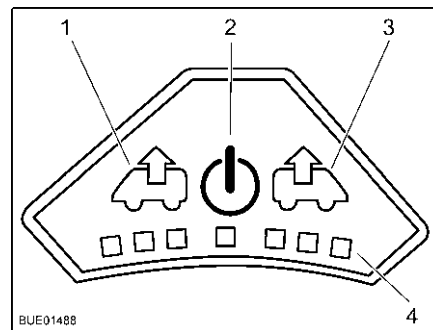

Fig. 134 Panneau de commande du ventilateur
Mise en marche : ■ Appuyer sur la touche Marche/Arrêt (Fig. 134,2). Le ventilateur fonction en mode confort (aération à faible vitesse de rotation).
Ventiler : ■ Pour augmenter la vitesse de rotation du ventilateur, appuyer sur la touche Ventiler (Fig. 134,1). La vitesse de rotation du ventilateur augmente d'un niveau de puissance dans le sens de l'échappement. Les DEL (Fig. 134,4) montrent les niveaux de puissance.
■ Pour réduire la vitesse de rotation du ventilateur, appuyer sur la touche Aérer (Fig. 134,3). La vitesse de rotation du ventilateur diminue d'un niveau de puissance.
Aérer : ■ Pour augmenter la vitesse de rotation du ventilateur, appuyer sur la touche Aérer (Fig. 134,3). La vitesse de rotation du ventilateur augmente d'un niveau de puissance dans le sens de l'aération. Les DEL (Fig. 134,4) montrent les niveaux de puissance.
■ Pour réduire la vitesse de rotation du ventilateur, appuyer sur la touche Ventiler (Fig. 134,1). La vitesse de rotation du ventilateur diminue d'un niveau de puissance.
Mise hors service : ■ Appuyer sur la touche Marche/Arrêt (Fig. 134,2). Le ventilateur s'arrête, les DEL s'éteignent.